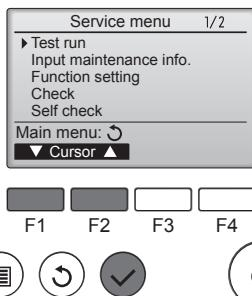

Fig. 7-3
- ③ Seleccione "Test run" (Modo prueba) con el botón o , y pulse el botón . (Fig. 7-3)